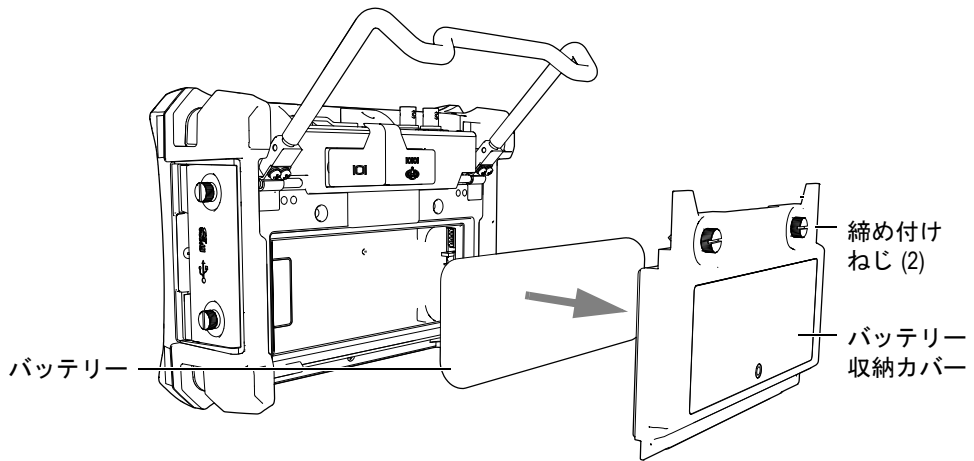

図 1-10 バッテリー収納カバーとリチウムイオンバッテリーを取り外す
2. 探傷器の背面で、バッテリー収納カバーを固定している 2 本の締め付けねじを緩め、バッテリー収納カバーを取り外します (29 ページ図 1-10 参照)。
3. リチウムイオンバッテリーが取り付けられている場合は、それを取り外します (29 ページ図 1-10 参照)。